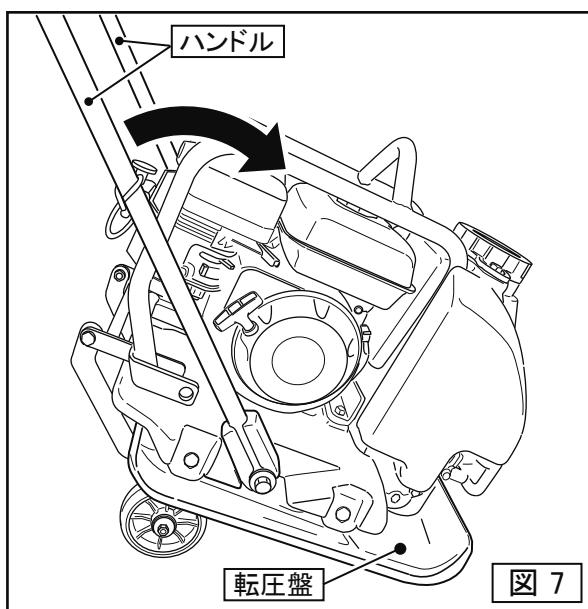

図 7
- 転圧盤の先端を接地させ、ハンドルを前に倒して車輪を浮かします。(図7)